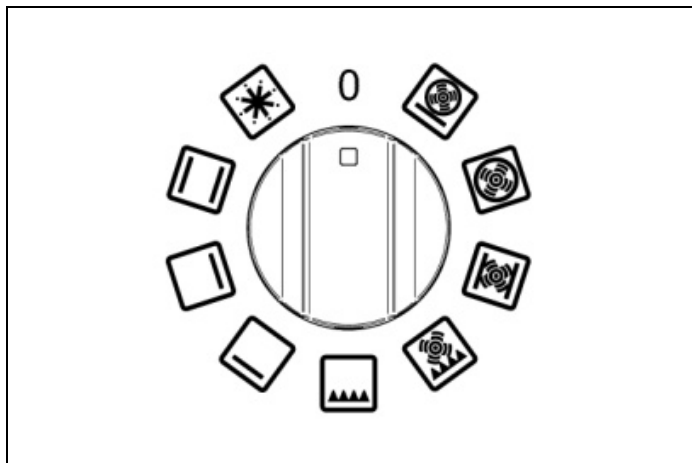
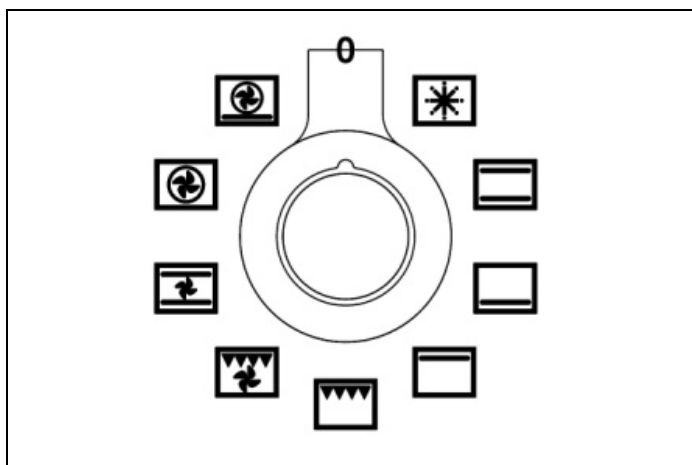
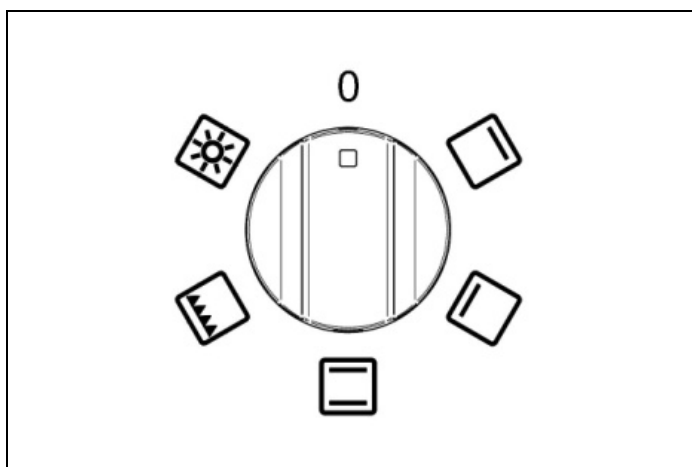
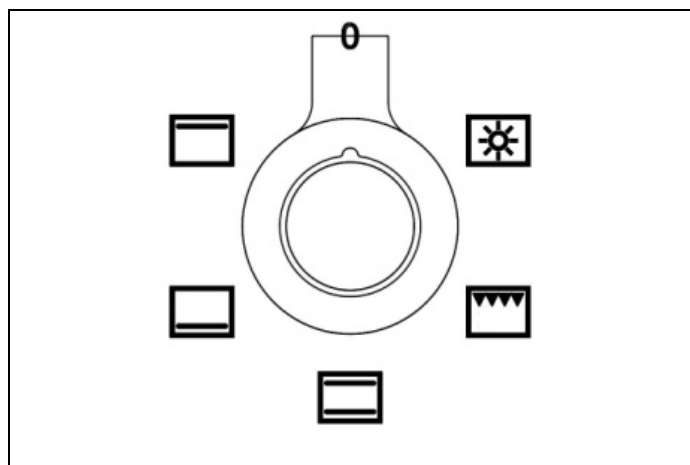

Fig. 23
Fig. 24
Fig. 25
Fig. 26
- 1) Tourner le bouton des fonctions (Fig. 23 - Fig. 24 et Fig. 25 - Fig. 26) dans le sens des aiguilles d'une montre pour sélectionner la fonction souhaitée.